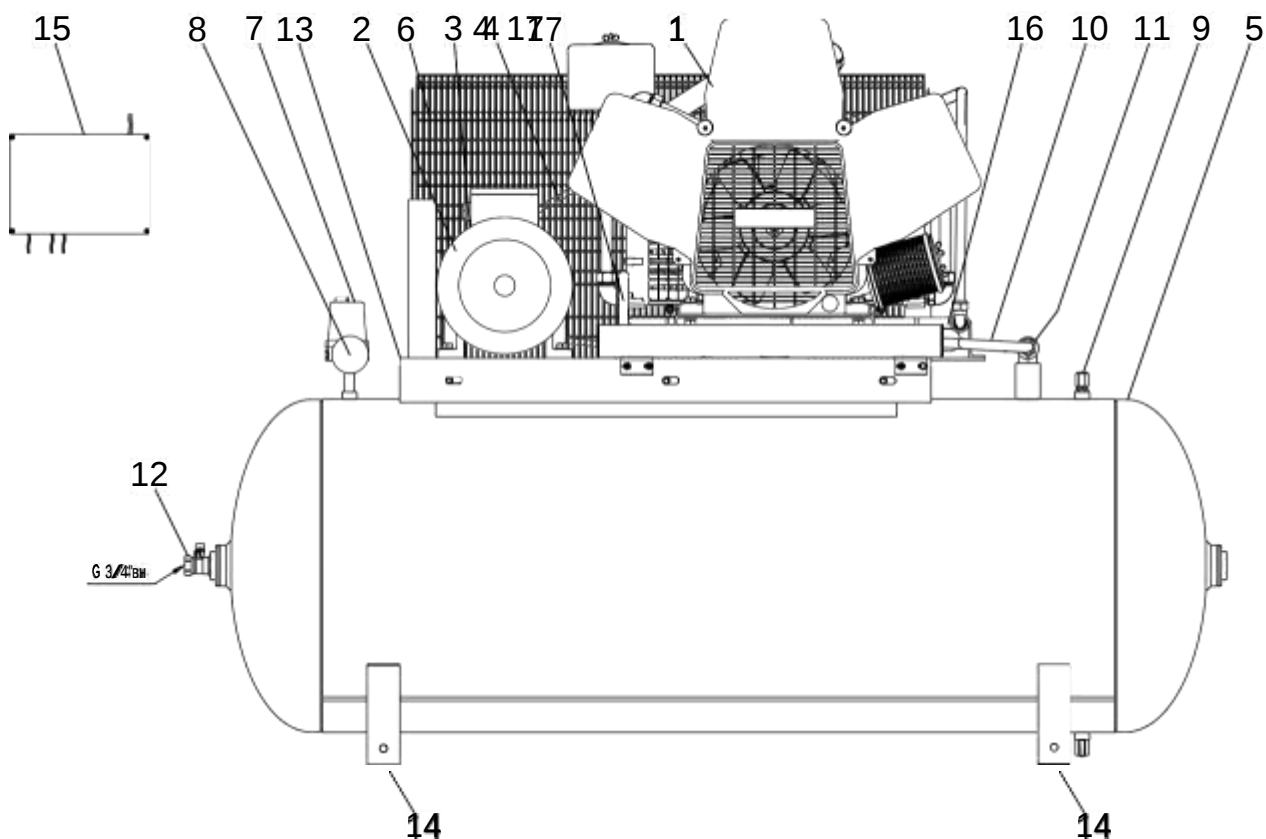

Рисунок 3
6.3.3 Подсоединение компрессора к воздушной сети необходимо выполнять через кран (поз. 14, рисунок 3).
Компрессор (рисунок 3) состоит из следующих основных сборочных единиц и деталей: блока компрессорного 1, электродвигателя 2, шкива 3, приводных ремней 4, ресивера 5, защитного ограждения 6, маностата 7, манометра 8, предохранительного клапана 9, воздухопроводов 10, 17, обратного клапана 11, крана 12, платформы 13, виброопор 14, шкафа с электроаппаратурой 15 (для СБ4-500.F110(/14) S/D), охладителя 16.